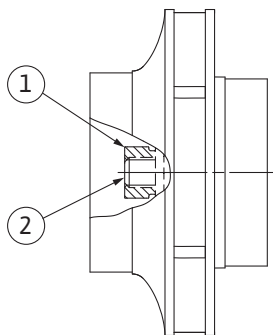

Fig. 111: Korrekte Lage der Laufradmutter nach der Montage
8. Welle mit Maulschlüssel (SW22 mm) festhalten und die Laufradmutter mit dem vorgeschriebenen Anzugsdrehmoment (siehe Tabelle „Anzugsdrehmomente“ [► 36]) festziehen. Die Mutter (Fig. 111, Pos. 1) muss ungefähr $\pm 0,5$ mm mit dem Wellenende (Fig. 111, Pos. 2) bündig sein. Wenn das nicht der Fall ist, die Mutter lösen und Handlungsschritte 4 ... 8 wiederholen.